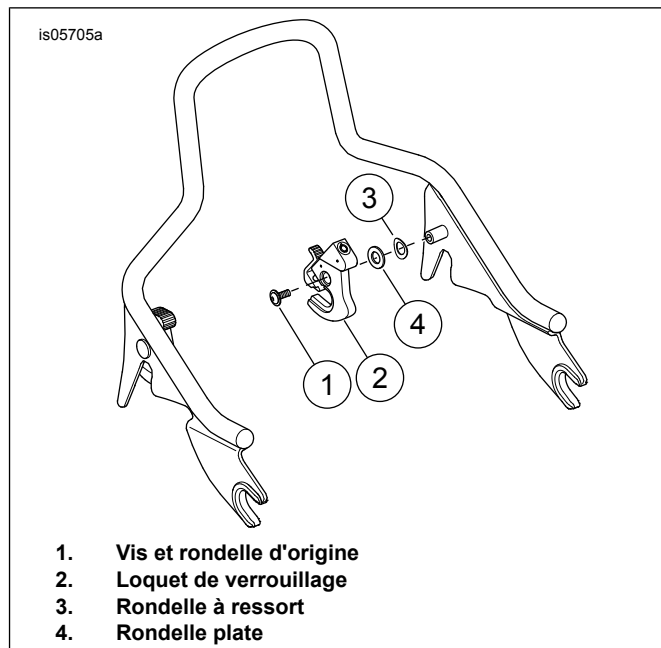

Figure 6. Installation intérieure gauche
2. Voir Figure 6 . Installer la rondelle à ressort (3) sur l'axe de montage gauche.
3. Installer la rondelle plate (4) du kit sur l'axe de montage.
5. Installer la vis et la rondelle (1) d'origine.